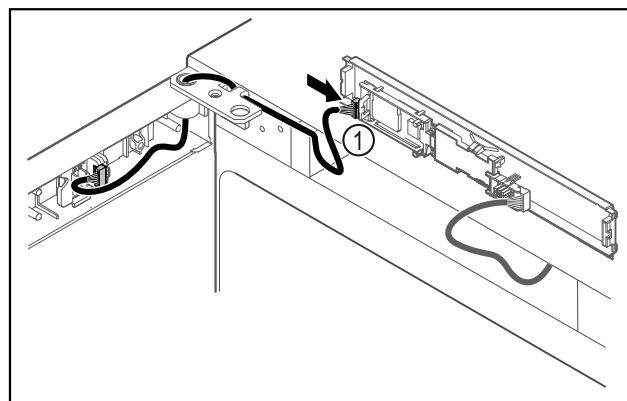

Fig. 38
- ▶ Подключите штекер Fig. 38 (1) к панели.